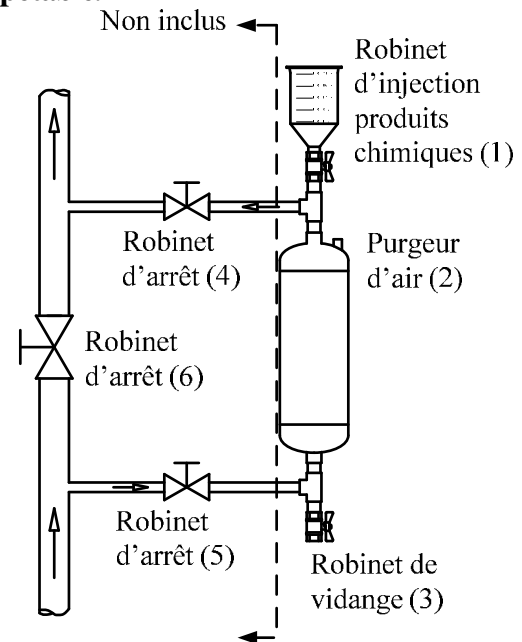

Fig. 2 – Méthode d'installation 2
Install the CBF in parallel with the system piping as shown in figure 2. Use shut off valves (4) and (5) to control the flow through the CBF and use shut off valve (6) to force flow through the CBF. Check that all connections have been properly tightened to avoid leaks.
Refer to Figure 2 when using installation method 2.
Installer le doseur CBF en parallèle au système de tuyauterie tel qu'illustré la figure 2. Installer les robinets (4) et (5) pour réguler le débit à travers le CBF et utiliser le robinet (6) pour forcer le débit du côté de la dérivation. Bien serrer tous les raccordements pour éviter des fuites.
(Voir figure 2)